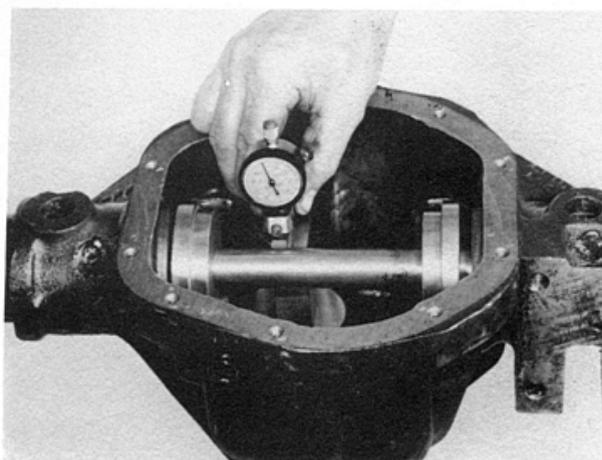

Fig. 33 - Colocação do indicador no bloco.
- Colocar o comparador no degrau do padrão de altura do pinhão. Aplicar pressão sobre o bloco, enquanto a pressão estiver sendo aplicada, zerar o comparador (Fig. 33).